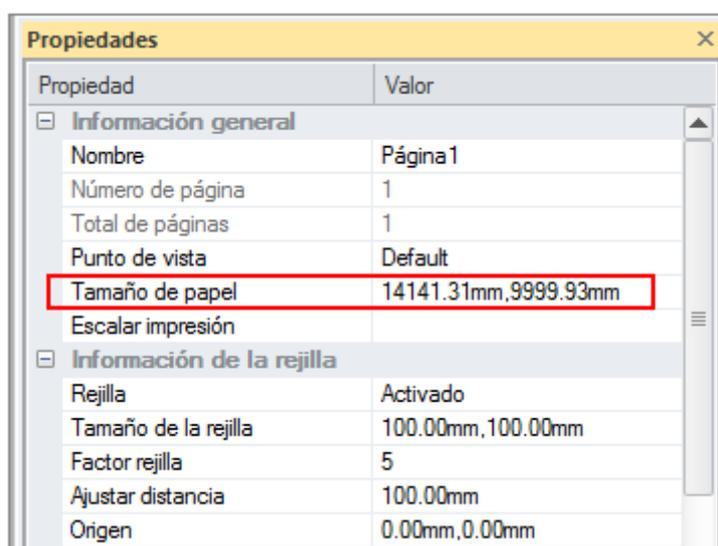

Fig. 12.
- Configura los valores de la rúbrica "**Tamaño de papel**". Cuando alguna de la dimensiones es modificada, el programa ajusta la otra automáticamente para conservar el ratio de las series de formato de papel A (Fig. 12).